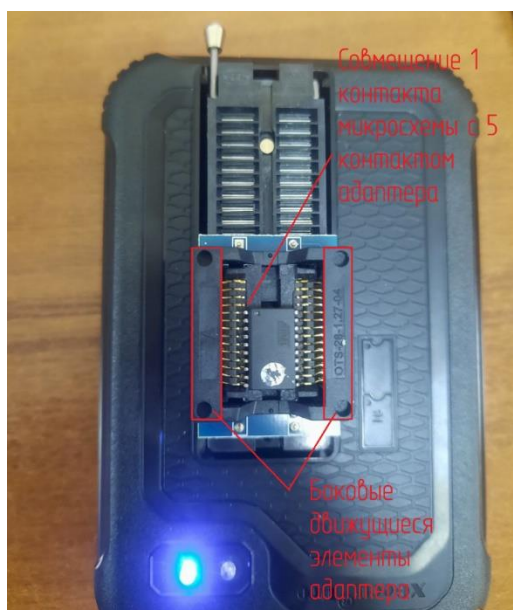

Рисунок 4 – Установка микросхемы AT89C2051-24SU
- 2) установите микросхему AT89C2051-24SU в адаптер так, чтобы первый контакт микросхемы, отмеченный углублением в корпусе, был совмещен с 5 контактом адаптера (рисунок 4);